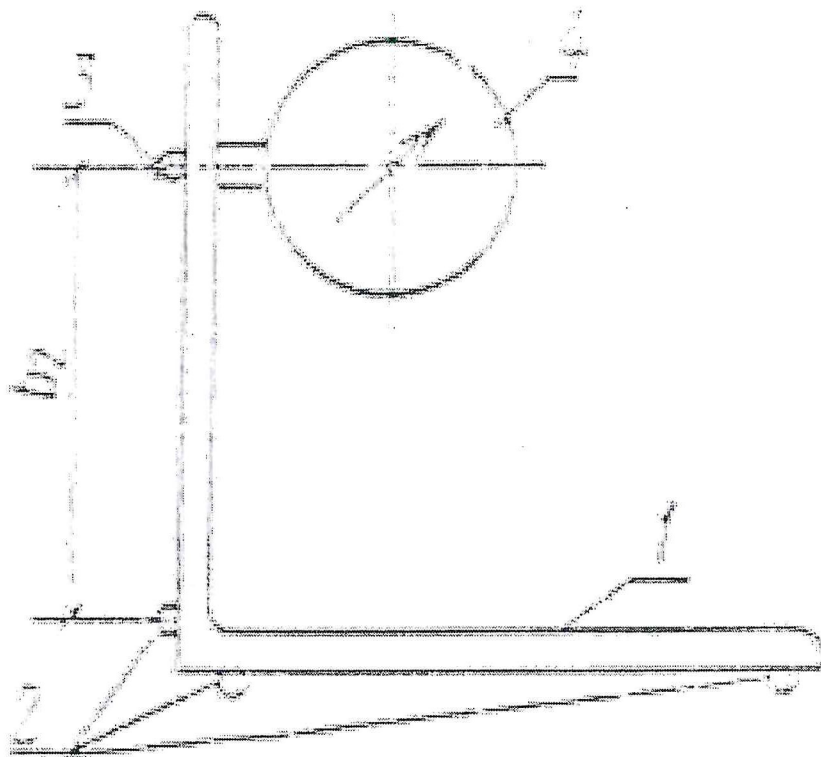

Рис.1.
4.1. Прибор выполнен в виде стального уголка -1 (рис.1) с тремя шариковыми опорами -2 и индикатора -4. База прибора равна 50 мм.